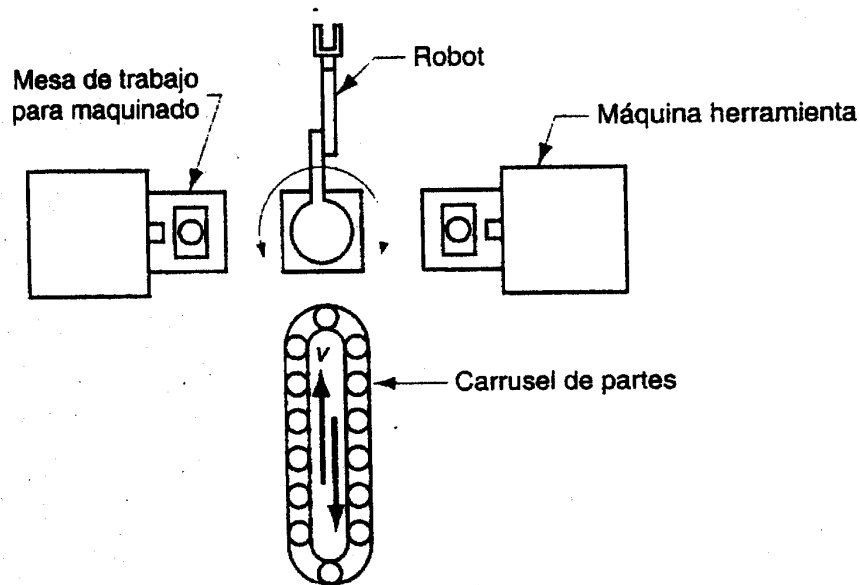

Figura 2.9. Distribución de planta de un FMS centrado en un robot.
e) Centrada en un robot.- Consiste en un robot, cuyo volumen de trabajo incluye las posiciones de carga y descarga de las máquinas en la celda. Ver figura 2.9.